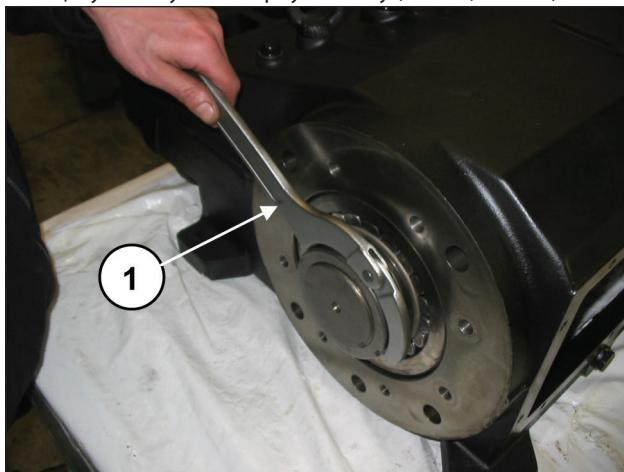
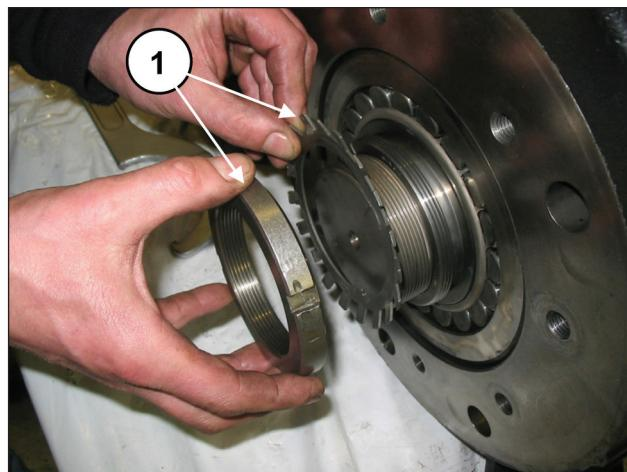

Рис. 18
Рис. 19
С помощью подходящего ключа отвинтите стопорную кольцевую гайку (поз ①, Рис. 18), а затем снимите кольцевую гайку и стопорную шайбу (поз. ①, Рис. 19).